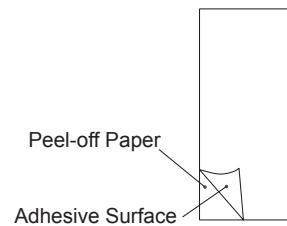

Figure 2. Protection Plastic Film
- Angiv mængderne på etiketten med uudsletteligt blæk: ① - Fabrikspåfyldning, ② - Ekstrapåfyldning & ③ - Samlet påfyldning.
- Sæt det beskyttende klæbemærke (der leveres sammen med brugervejledningen) på. Se fig. 2.